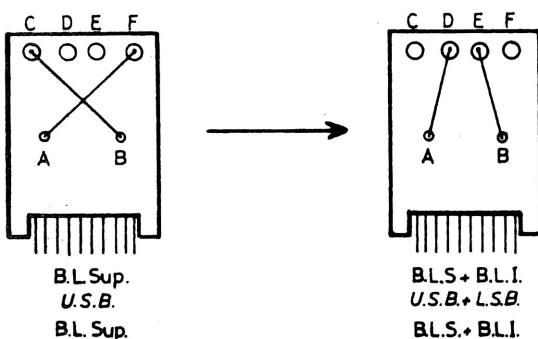

Fig. 6.3.1
- Dessouder le fil arrivant sur le plot C et le ressouder en E (Fig. 6.3.1).
- Unsolder the wire arriving on the plot C and solder it again on E (fig. 6.3.1)
- Desoldar el hilo llegando en el contacto C y soldarlo en E ( fig. 6.3.1)